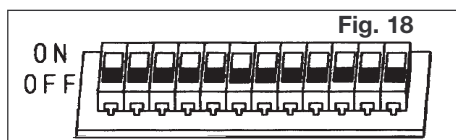

Fig. 18
- B- porre in OFF tutti i 12 dipswitch della centralina (avendo l'accortezza di scrivere come erano posizionati per rimetterli poi nell'esatta posizione, Fig. 18).
- B- bringen Sie alle 12 DIP-Schalter des Steuergerätes in Stellung OFF (notieren Sie vorher die Stellung, um die Schalter anschließend wieder in ihre Ausgangsstellung bringen zu können, Abb. 18).
- B- set all 12 control unit dipswitches to OFF (after noting positions for subsequent correct application as shown in Fig. 18).
- B- mettre sur OFF les 12 interrupteurs DIP de la centrale (en veillant à prendre note de la position sur laquelle ils se trouvaient pour ensuite les remettre en position exacte, Fig. 18).
- B- poner en OFF todos los 12 dip switches de la central (teniendo cuidado de escribir su posición para ponerlos nuevamente en la misma posición (Fig. 18).
- B. posicionar em OFF todos os 12 dipswitch da central (tendo o cuidado de anotar como estavam posicionados para, no fim, voltar a colocá-los na mesma posição, Fig. 18).